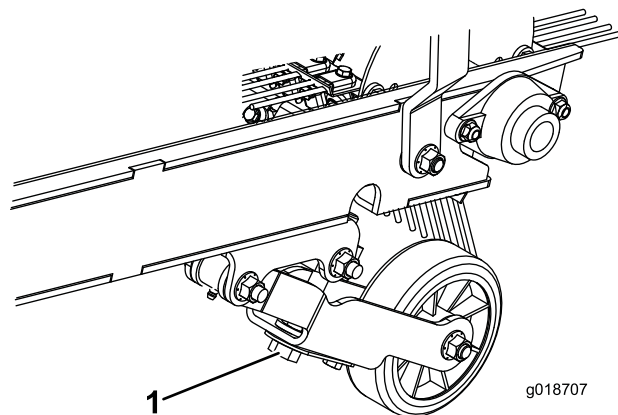

Figure 10
2. Tournez le boulon de réglage de profondeur jusqu'à ce que le cylindre effleure la surface du gazon. Si un balai est installé, il doit être en léger contact avec la surface. Lorsque le balai est en marche, la largeur de la surface de contact doit être d'environ 25 mm sur toute la longueur du balai (Figure 10).